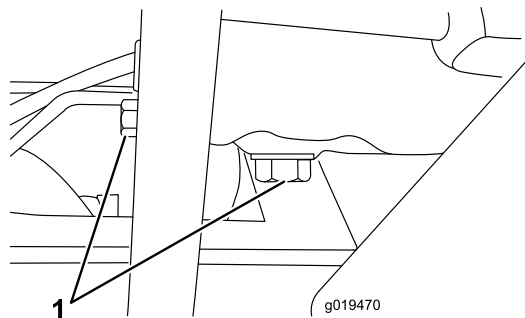

図 57
1. ドレンプラグ 図 57 を外してオイルを容器に受ける。オイルが抜けたらドレンプラグを取り付ける。